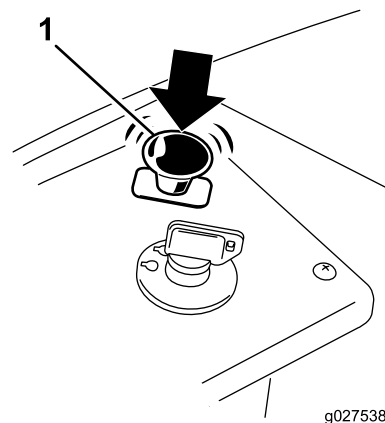

Figura 13
1. Disinserite le lame spostando il comando delle lame in posizione Off (Figura 13).